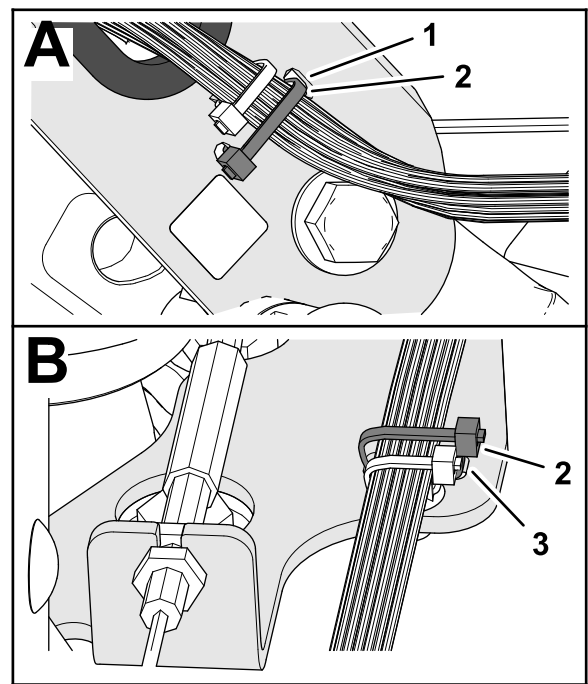

Figura 11
6. Fije el arnés de la máquina en el canal del manillar con una brida a través de las ranuras en el canal (Figura 11)